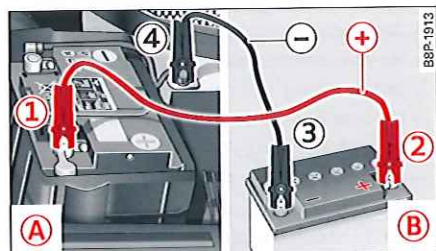

Fig. 202 Démarrage de fortune avec la batterie d'un autre véhicule : (A) - batterie déchargée, (B) - batterie fournissant le courant
4. Fixez une extrémité du câble rouge de démarrage au pôle (+) ① ⇒ fig. 202 de la batterie déchargée (A) ⇒ ① au chapitre Généralités concernant le démarrage de fortune à la page 205.
5. Fixez l'autre extrémité du câble de démarrage rouge au pôle (+) ② de la batterie fournissant le courant (B).
6. Fixez une extrémité du câble de démarrage noir de préférence au point de masse, sinon au pôle négatif de la batterie ③ du véhicule fournissant le courant (B).
7. Fixez l'autre extrémité du câble de démarrage noir au point de masse (tête de vis) ④ de votre véhicule (A).